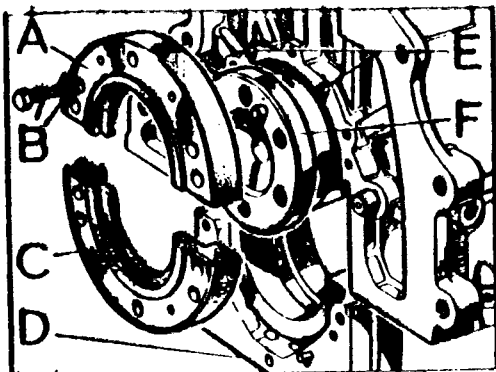

Fig. A3-83B Elementos de fijación del retén del cigueñal
- 1.10. Desmontar la tapa, D (Fig. A3-83B) del cojinete trasero con la mitad del porta-retén, C.
- 1.11. Soltar los tornillos, B (Fig. A3-83B) a través de la comisura que dispone la brida del cigüeñal y retirar la mitad, A, del porta-retén cuya posición está determinada por las espigas, E.